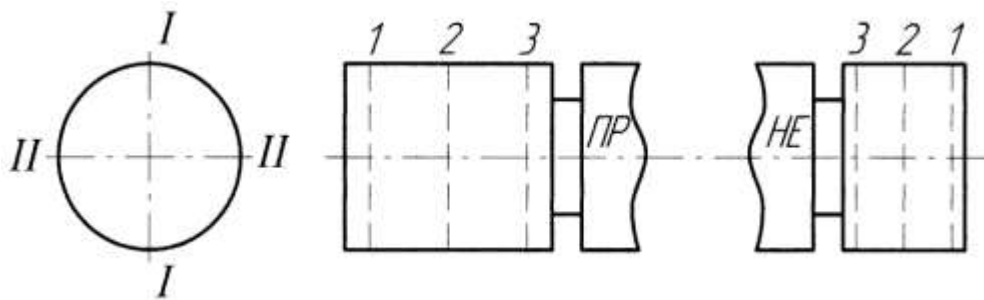

Рис. 3. Эскиз калибра с обозначением сечений
5. Измерить калибр-пробку на оптиметре в трех сечениях, перпендикулярных к оси, и в двух направлениях (рис. 3).